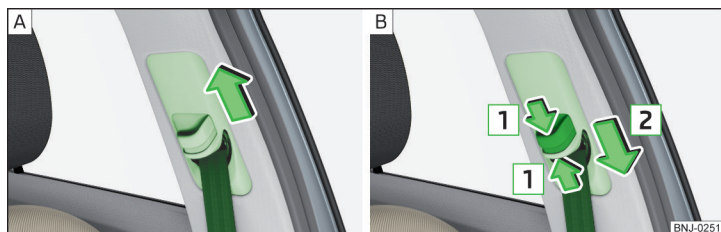

Fig. 5 Regolazione dell'altezza delle cinture per i sedili anteriori
- Spostare il rinvio **verso l'alto** in direzione della freccia » fig. 5 - [A].
- **Oppure:** Premere il dispositivo di sicurezza in direzione delle frecce **[1]** e spostare il rinvio **verso il basso** in direzione della freccia **[2]** » fig. 5 - [B].